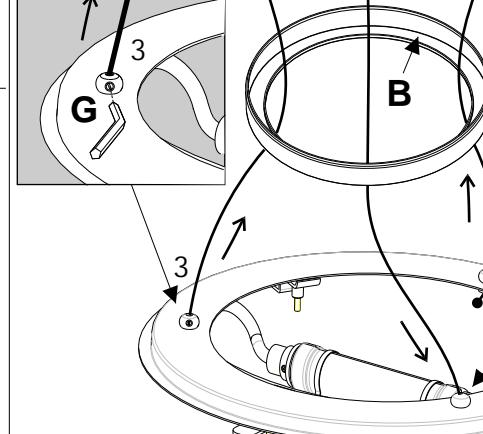

Fig.4
- e- Infilare il cavo attraverso il tubicino "W" come indicato in **Fig.4** e quindi attraverso la bussolella n°3 situato sulla struttura "D" (dall'interno verso l'esterno).
- .3. (See Fig.3) Uncoil suspension cable (be careful not to kink cable) & feed through bushing n.1,in fixture structure "D",until ball end reaches hole Then run cable through canopy ring "B" and up through 1 in canopy (see Fig.3).- Loosen set screw on crimp "E" with hex wrench provided and run cable through crimp and down through hole 2 canopy "A".Then run cable down through canopy ring "B" and into bushing n.2 in fixture structure "D". **Then** guide trough tube "W" (see Fig.4) on the direction shown in Fig.3. - Run cable across through bushing n.3 and up through canopy ring "B" and up through hole 3 in canopy "A".
- .6. (See Fig.4) Remove 3 brackets "J" then place the diffuser inside the round frame "D" then replace brackets "J" as shown in Fig.4 in order to secure the diffuser. Take care to tigh the thumb screws moderately.
e- Die Stahlrosse durch das Röhrchen "W" wie auf Bild 4 ziehen und sie schließlich durch den Aufsatzz Nr.3 auf der Montage "D" von innen nach außen ziehen.
4. Fig. 3 Effectuer le montage du câble en acier en suivant la Fig. 3. -Passer l'extrémité du câble par le petit bague n. 1 situé sur le structurer "D" (passer de l'intérieur à l'extérieur). -Passer le câble par le petit trou n.1 situé sur la rosace "A". -Passer le céble par le trou du bloque-câble "E" et ensuite le faire sortir par le trou n. 2 de la rosace. -Passer le céble par le petit bague n. 2 placé sur le structurer "D" (de l'extérieure l'intérieur) et passer le céble par le tube "W" Fig.4. Puis passer le câble par le petit bague n. 3 placé sur le structurer "D" (de l'intérieur vers l'extérieure). -Passer le câble par le petit trou n. 3 placé sur la rosace "A" et après avoir réglé la hauteur de la lampe, le bloquer avec le bloque-câble a double vis "F".
4. FIG. 3 Montar el CABLE DE ACERO, como lo indica la FIG. 3 .Introducir el inicio del cable a través del buje nº 1 ubicado en el estructura "D" (pasarlo desde adentro hacia afuera). Introducir el cable a través del orificio nº 1 ubicado en el plafón "A". Introducir el cable a través del orificio del bloqueador "E" y hacerlo salir por el orificio nº 2 del plafón.- Introducir el cable a través del buje nº 2 ubicado en el estructura "D" (desde afuera hacia adentro).Introducir el cable a través el tubo "W"como lo indica la FIG. 4, entonces introducir el cable a través del buje nº 3 ubicado en el estructura "D" (desde adentro hacia afuera). - Introducir el cable a través del orificio nº 3 ubicado en el plafón "A" y una vez regulada la altura de la lámpara, bloquear el cable en el bloqueador de doble tornillo "F".
6. FIG. 4. Fijar el vidrio difusor a la estructura . Aflojar las 3 sujetaciones "J" y fijar el cristal difusor a la estructura apretando moderadamente las 3 sujetiones "J".